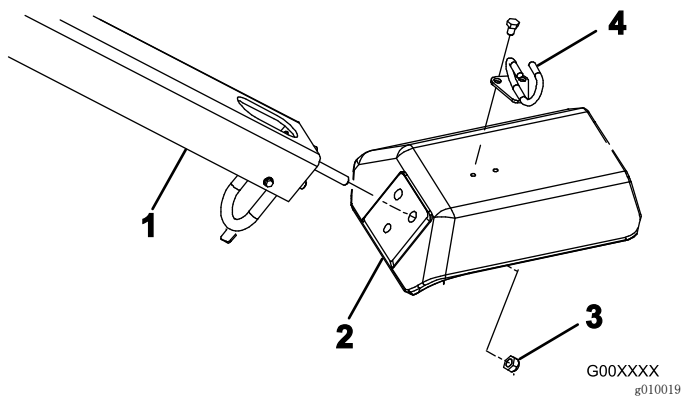

图4
2. 将手柄安装螺栓插入固定叉的孔中（图4）。
3. 用 3 个锁紧螺母（1/2 英寸）将手柄螺栓固定到固定叉上（图4）。
5. 用 2 个螺栓（5/16 x 1/2 英寸）将线缆导管安装至固定叉的顶部（图4）。